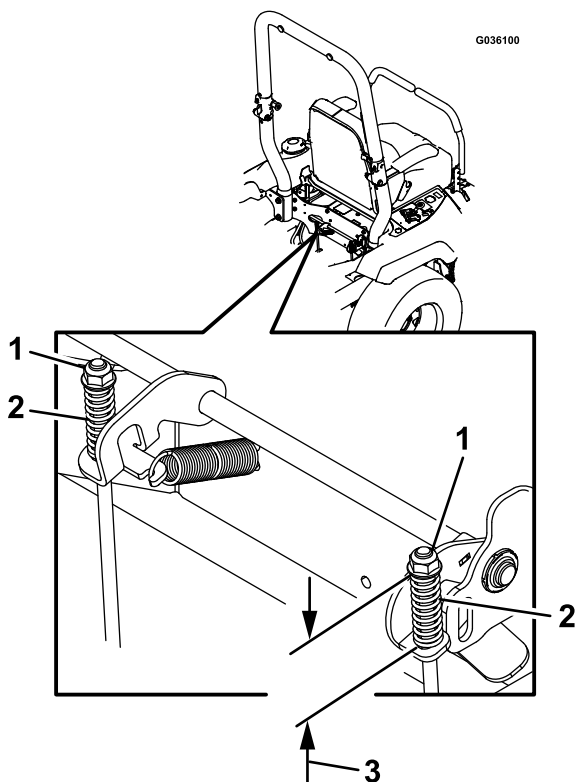

**Bild 58**
6. Falls eine Einstellung erforderlich ist, lösen Sie die Feststellbremse. Nehmen Sie den Splint aus der Bremsgestängewelle heraus (Bild 58).